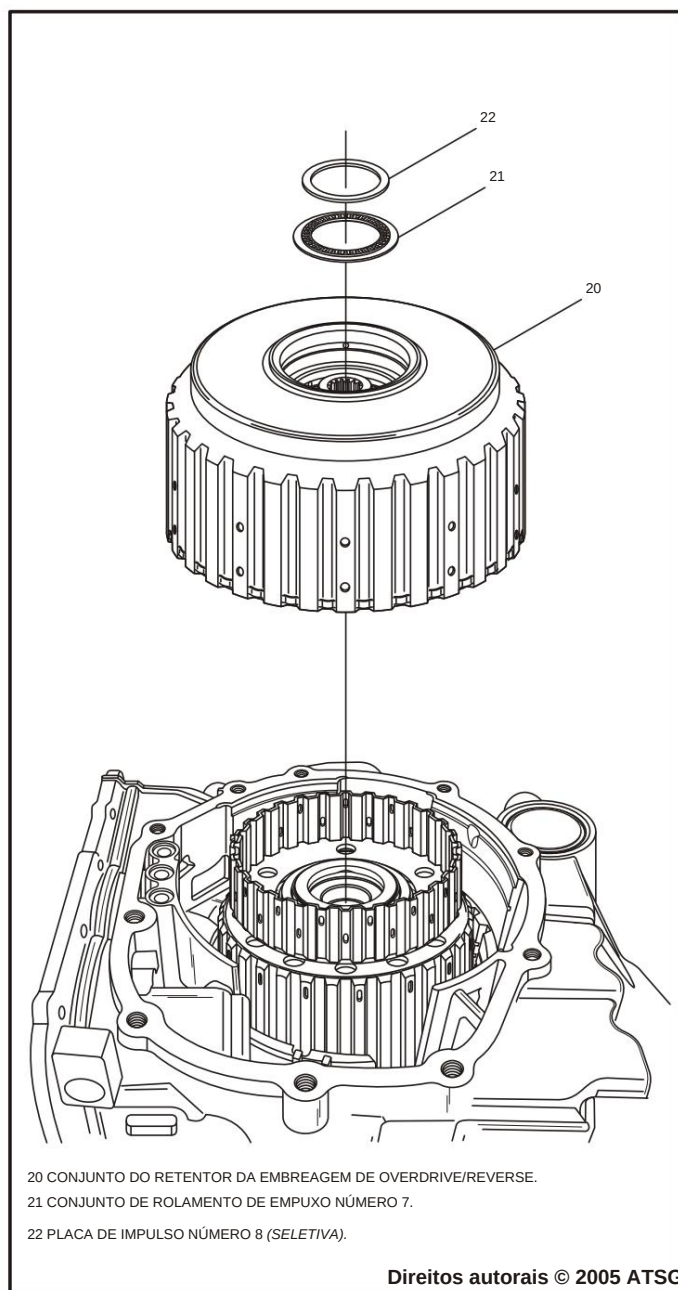

Figura 45
38. Remova a placa de impulso **seletiva** número 8 e o conjunto do rolamento de impulso número 7, conforme mostrado na Figura 45.
39. Remova o conjunto da carcaça da embreagem overdrive/ré, conforme mostrado na Figura 45.